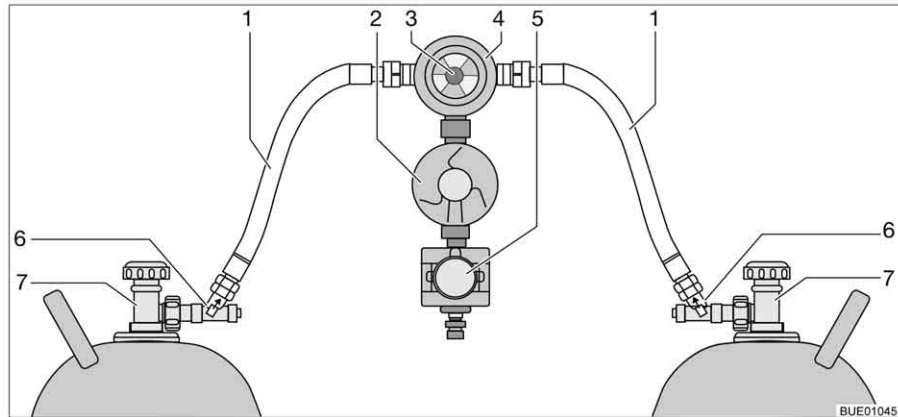

Bild 92 Crash-Protection-Unit-Umschaltanlage
Die Crash-Protection-Unit besteht aus zwei Durchflussbegrenzern mit manueller Entriegelung (Bild 92,6), einem Umschaltventil (Bild 92,4) mit Druckregler (Bild 92,2), einem Elektroventil (Bild 92,5) und der Bedieneinheit mit dreifarbiger LED. Das Umschaltventil ist zwischen den beiden Gasschläuchen (Bild 92,1) montiert.
Mit dem Drehknopf (Bild 92,3) am Umschaltventil lässt sich bestimmen, welche der Gasflaschen als Betriebsflasche und welche Gasflasche als Reserveflasche verwendet wird.
An der Bedieneinheit (Bild 93) können nur die elektrischen Funktionen geschaltet werden. Die Haupt-Absperrventile der Gasflaschen (Bild 92,7) und die Entriegelungen (Bild 92,6) müssen von Hand geöffnet werden.
- Haupt-Absperrventile an den Gasflaschen (Bild 92,7) öffnen.
- Entriegelungen (Bild 92,6) nacheinander 10 Sekunden lang drücken.
- Mit dem Drehknopf (Bild 92,3) am Umschaltventil (Bild 92,4) die Gasflasche wählen, der vorrangig das Gas entnommen werden soll (Betriebsflasche).
- Haupt-Absperrventile an den Gasflaschen (Bild 92,7) schließen.